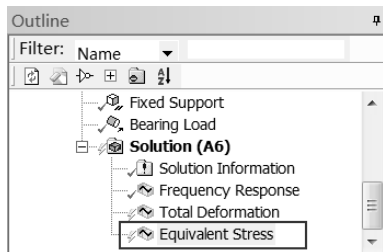

图 7-91 选择应力结果
Step5 选择 Outline 栏中的 Equivalent Stress 选项,如图 7-91 所示。此时会出现 Details of “Equivalent Stress” 栏,在 Frequency 中输入 500。